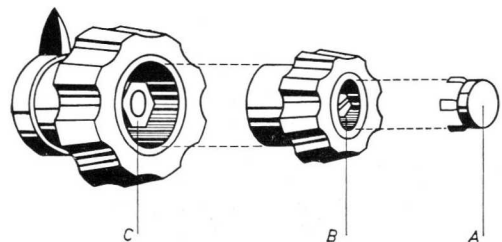

Fig. 14. Afnemen van de knoppen
B. Het afnemen van de knoppen (zie fig. 14)